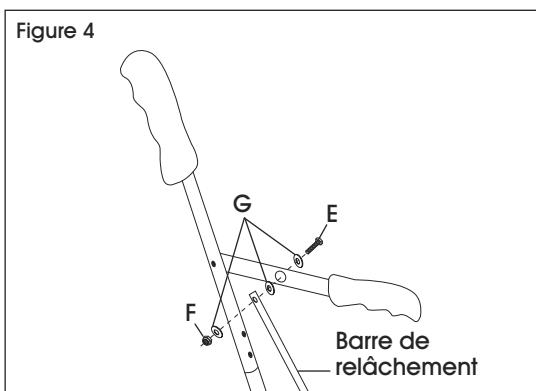

Figure 4
5. Fixez la barre de relâchement au levier manuel en alignant les trous et en utilisant un boulon (E), trois rondelles (G) et un écrou (F). (Voir Figure 4)